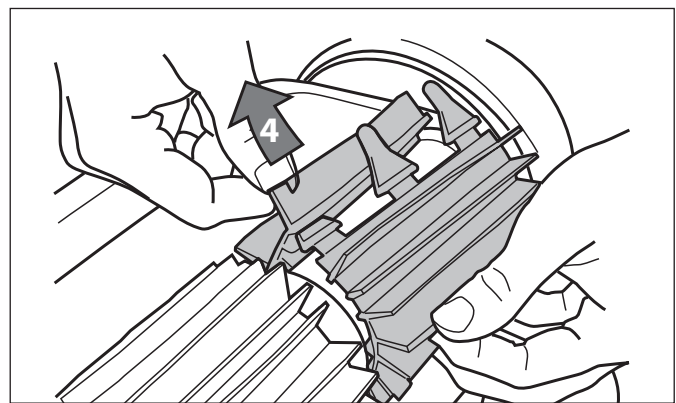

Figura 29. Inserte las lengüetas en cada ranura
4. Inserte cada lengüeta en la ranura provista y deslícelas suavemente hasta que la base salga del otro lado de la ranura (Figura 29).